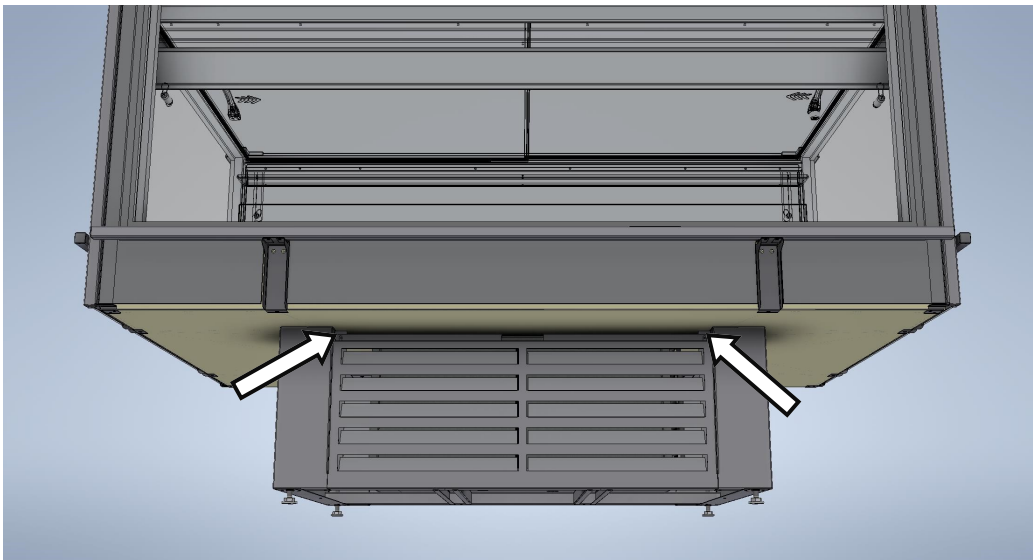

Abb. 1
- Für den Zugang die Schrauben lösen und die Abdeckung abnehmen **Abb.1**;